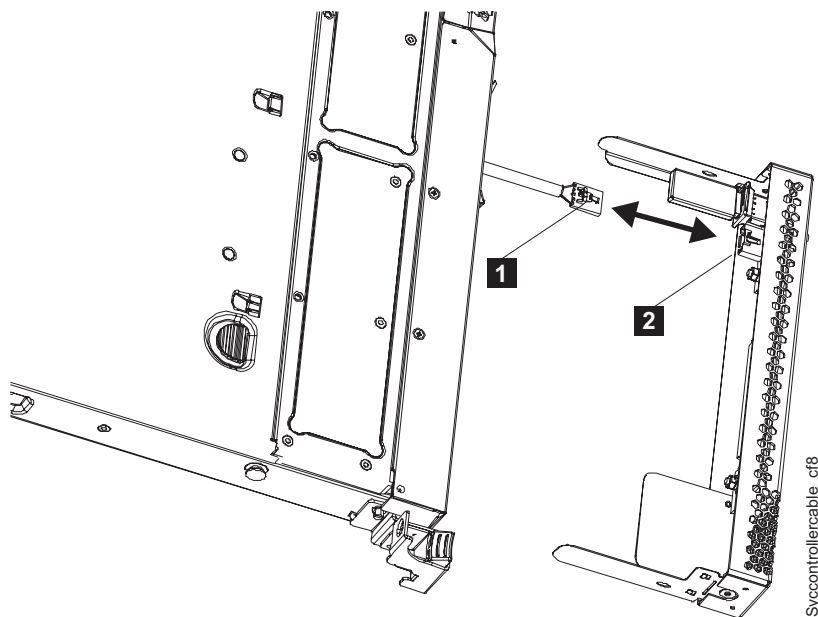

図 79. SAN ボリューム・コントローラー 2145-CF8 サービス・コントローラーの USB ケーブルの取り外しと再取り付け
- a. USB ケーブル (図 79 の **1**) をサービス・コントローラー (**2**) から切り離します。
d. USB ケーブルの他方の端を、サービス・コントローラーの背面にある USB コネクタ（105 ページの図 79 の **2**）に差し込みます。